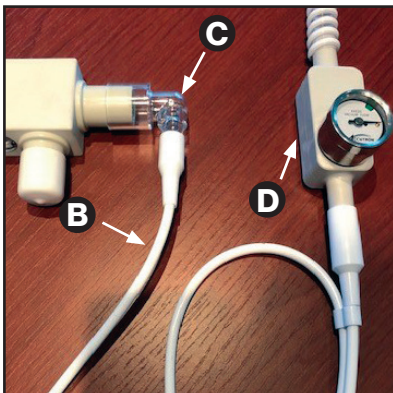

Figure 8
**In-line:** Connect the Axess In-line Circuit per Figure 8. **Note:** the vacuum connection must be made on the gauge side. Connect the spiral vacuum tube from the controller to a vacuum source in the operator. Some options are shown in Figures 9 and 10.
**Inline:** Schließen Sie das Axess Inlinesystem gemäß Abbildung 8 an. **Hinweis:** Der Vakuumanschluss muss auf der Seite des Messgeräts erfolgen.